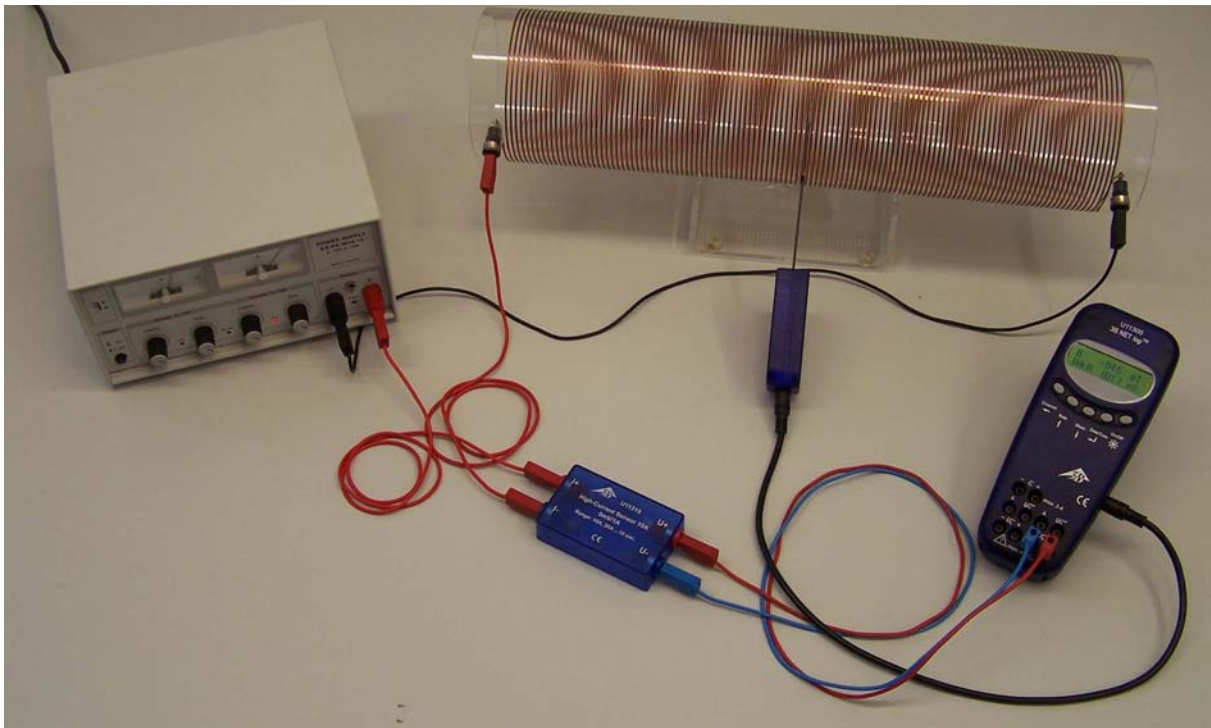

Fig. 1 Messung des Magnetfeldes einer stromdurchflossenen Spule
- Versuchsaufbau gemäß Fig. 1.